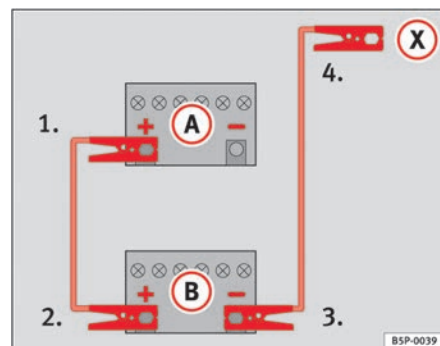

Fig. 180 Esquema de conexión de los cables de emergencia
En la ⇒ fig. 180 **A** representa a la batería sin carga y **B** a la batería con carga.
- 1. Emborne un extremo del cable de emergencia rojo al polo positivo ⇒ fig. 180 (+) del vehículo con la batería descargada ⇒ ⚠.
- 4. Emborne el otro extremo del cable negro de emergencia (X) a una pieza de metal maciza unida al bloque motor o al mismo bloque motor del vehículo con la batería descargada, lo más alejado posible de la batería ⇒ ⚠.